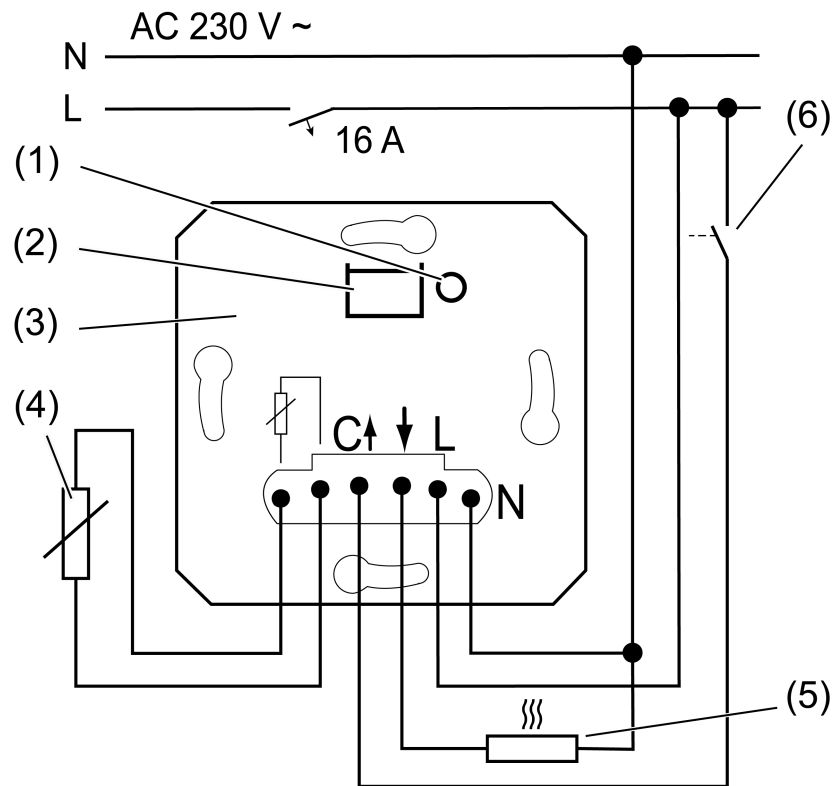

Bild 1: Anslutningsexempel för insatsen
- (1) Knapp **TEST**
- (2) Påbyggnadsgränssnitt med lysdiod
- (3) Insats
- (4) Fjärrsensor för extern temperaturmätning
- (5) Elektrisk golvvärme eller elektrotermisk ställmotor
- (6) Kopplingskontakt för att växla till kyl drift (tillval)
- Anslut insats (3) enligt anslutningsschemat (se bild 1).
- Anslut valfri extern fjärrsensor (4) (tillbehör).
- i** Tryck kort på knappen **TEST** (1) kan lasten kopplas om. LED (2) lyser grön när belastningen är påslagen.